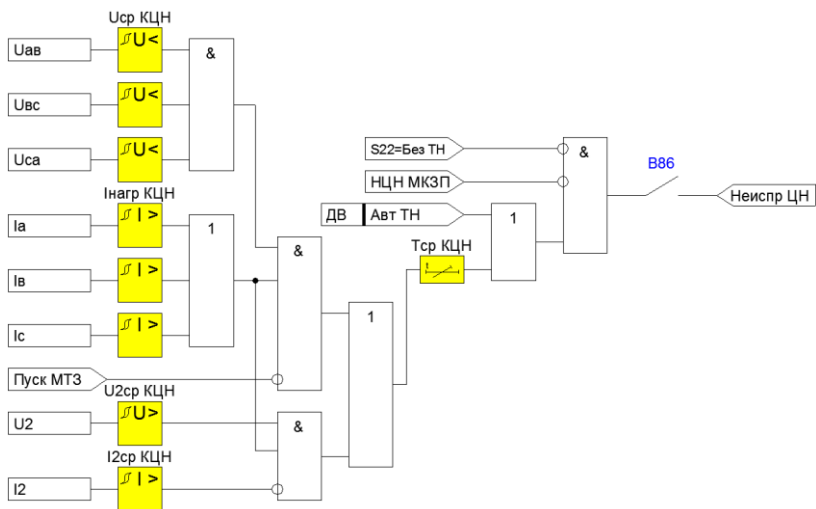

Рисунок 3.1.13 – Функциональная схема контроля ЦН для отходящих линий и вводного выключателя
2) Обрыв цепей напряжения выявляется при одновременном выполнении следующих условий (Рисунок 3.1.13):